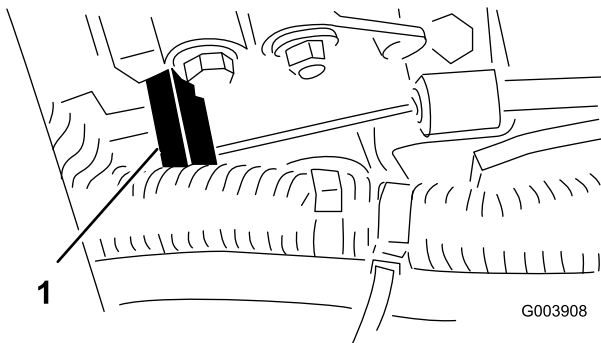

Bild 54
- Halten Sie den Hebelarm der Einspritzpumpe (Bild 54) gegen den oberen Leerlaufanschlag und ziehen den Zuganschluss fest.